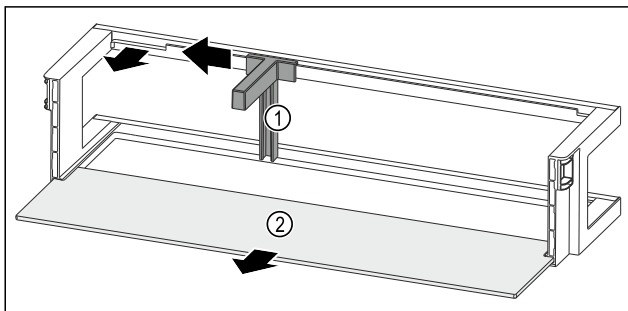

Fig. 98 Vratna polica z držalom za steklenice in odlagalno polico
- ▶ Držalo za steklenice Fig. 98 (1) potisnite povsem na stran do odprtine.
- ▶ Odstranite držalo za steklenice Fig. 98 (1).
- ▶ Odstranite polico za odlaganje Fig. 98 (2).